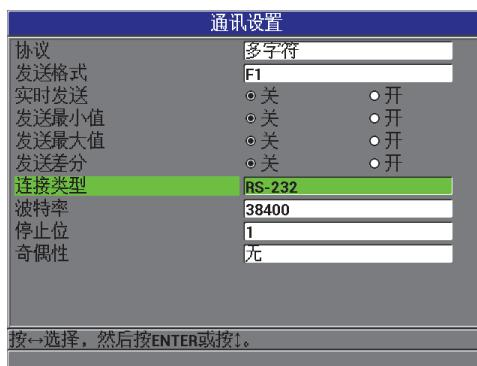

图 8-3 通讯设置屏幕 — RS-232
4. 在通讯设置屏幕上 (参见第 129 页的图 8-3), 将连接类型设置为 RS-232, 以显示 RS-232 参数。